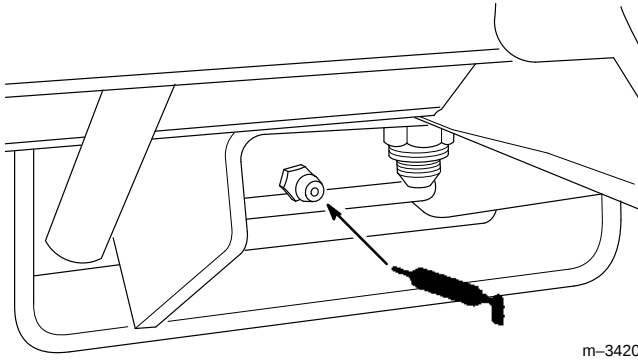

Abbildung 32
6. Den Nippel am Bremspedal schmieren (Abb. 32).